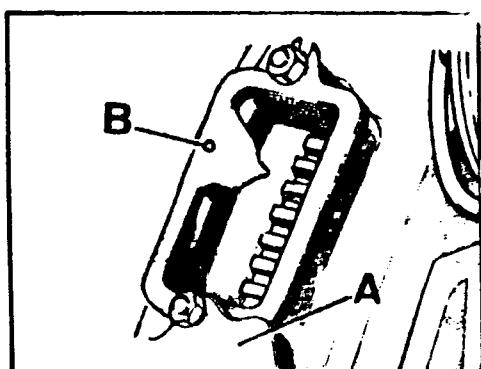

Fig. A1-53 Posicionamiento del índice de referencia
2.2. Desmontar la tapa de registro, A (Fig. A1-53) de cárter del volante y extraer las juntas de corcho.
2.3. Situar el orificio, B (Fig. A1-53) del índice de referencia, alineado con el granetazo existente en el cárter del volante, para lo cual será necesario desplazar dicho índice hacia la izquierda o derecha, fijándolo una vez que orificio y granetazo se encuentren alineados.